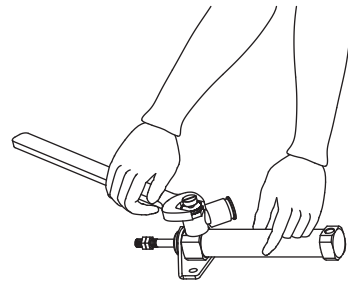

图1
1. 选取合适的扭矩扳手，拧紧配管时手的着力处尽量靠近扳手头部，按照图1的方法拧紧配管。紧固扭矩见下表。